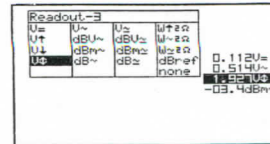

図20
3. [T] キーを押してMETER-3の画面を表示します。◀▶▲▼カーソルキーで希望するマーク位置を選択します (図20、メーター3表示設定)。